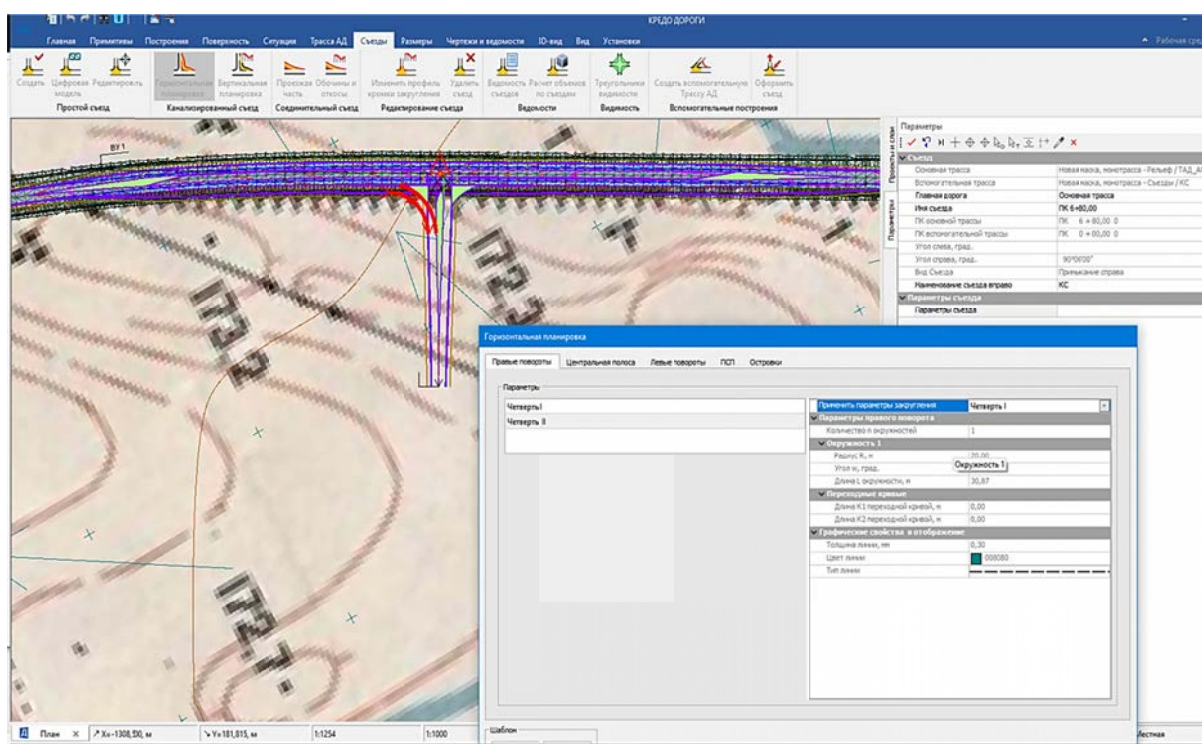

Рис. 4.9. Горизонтальная планировка канализированного съезда
7.1. Справа в окне параметров выбранной четверти вкладки **Правые повороты** измените данные по *Длине переходных кривых K1 и K2 на 0,00 м*. Примените эти параметры закругления для другой четверти (рис. 4.9).